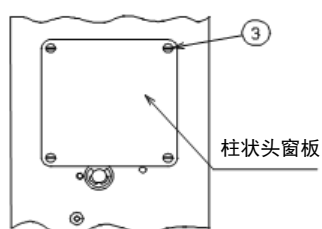

Fig.15
拧松柱状头作业员相反侧的柱状头窗板固定螺丝③（4 处），将柱状头窗板拆下。（Fig.15）
在柱状头的作业员相反侧用固定螺丝③（4 处）固定柱状头窗板。（Fig.15）